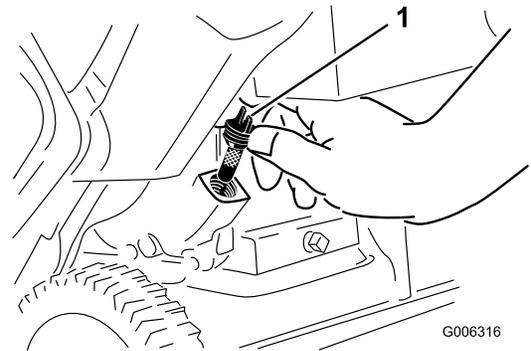

Figure 21
6. Nettoyez la surface autour du bouchon de remplissage d'huile (Figure 21).
7. Dévissez et retirez le bouchon de remplissage (Figure 21).